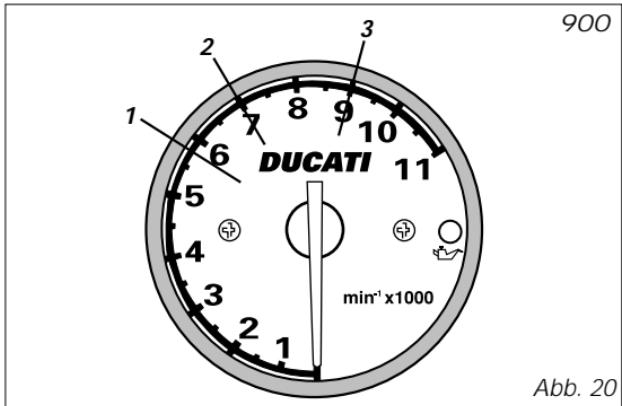

Abb. 20
die $5500\text{--}6000\text{ min}^{-1}$ (900) (Abb. 20).
die 7000 min^{-1} (900) (Abb. 20).
- die 9000 min^{-1} (900) (Abb. 20).